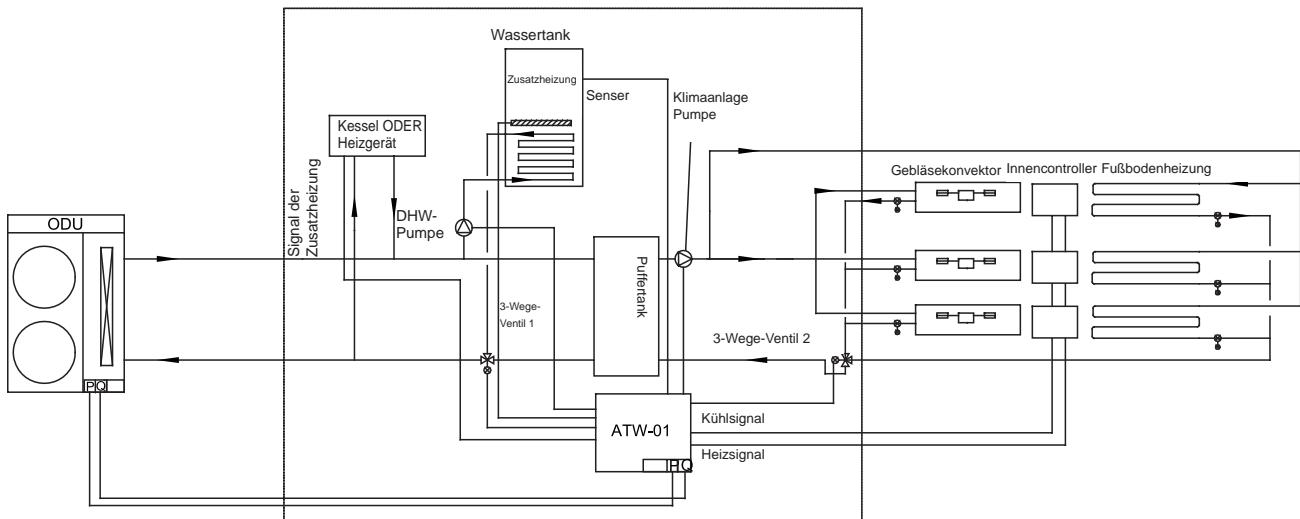

Abb. 3 Von YR-E27 gesteuertes Trinkwasser
- YR-E27 zusammen mit dem Warmwassersensorsensor (angeschlossen an CN31), der in den Warmwasserspeicher eingespeist wird, während die Außenleiterplatte BM1-1 auf AUS gestellt wird (Abb. 3);